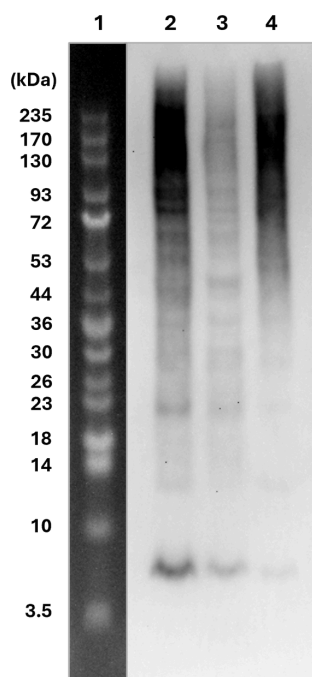

図1. 哺乳類細胞を用いた免疫沈降
図1と同様の免疫沈降アッセイから得た溶出画分を用いて、3 枚の PVDF プロットを作製し、それぞれ異なるブロッキング剤・一次抗体・二次抗体（二次試薬）（以下レーン情報を参照）を組み合わせて使用した。各プロットに対して ECL 法を用いてユビキチン化タンパク質の検出を行った。レーン 3 およびレーン 4 では、ユビキチン化タンパク質に加えて、ストレプトアビジンビーズから解離した Anti-Pan Ubiquitin Monobody, Biotin が同時に検出されており（矢頭）、検出系によりシグナルパターンが異なることが確認された。
(B) 免疫沈降、SDS-PAGE、およびウェスタンブロッティングは図 1 と同様のプロトコルに従って実施した（ただし、溶出画分の希釈は省略）。